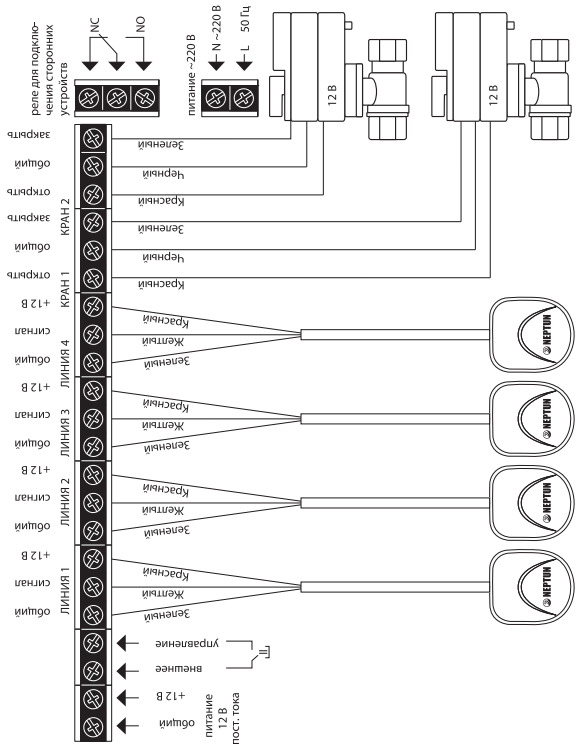
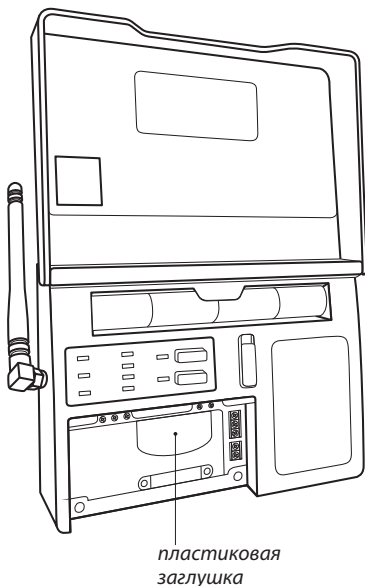

Рис. 5. Схема подключения кранов шаровых с электроприводом серии Neptun Vigattti Pro 12 В к модулю управления Neptun ProW+ WiFi
Рис. 6. Вид модуля управления Neptune ProW+ WiFi с открытой крышкой коммутационного отсека
Модуль управления Neptun ProW+ WiFi (см. рис. 5) имеет:
Подключение прибора к сети электропитания переменного тока производите в строгом соответствии со схемой подключения (рис. 5), которая изображена на внутренней стороне крышки прибора.
3. Откройте крышку коммутационного отсека (рис. 6).
4. Выполните подключение проводных датчиков серии SW, проводов электропитания и кранов с электроприводами в соответствии со схемой на рис. 5. При необходимости, для ввода проводов в коммутационный отсек удалите пластиковую заглушку, расположенную в нижней части корпуса прибора при помощи отвёртки (рис. 6, 7).
Для этого, подключите выносной выключатель к соответствующим клеммникам модуля управления (см. рис.5).